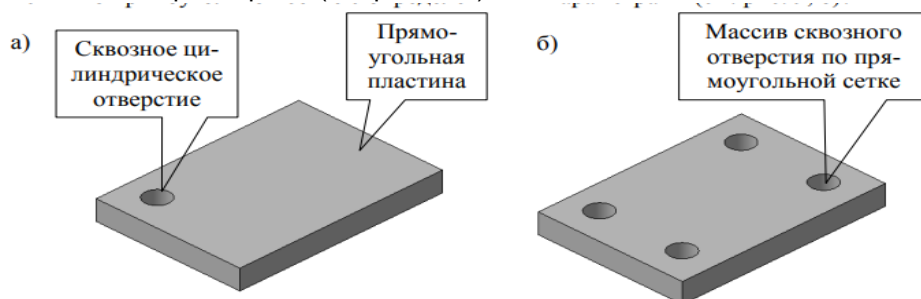

Рис. 9
35. Каким образом в системе КОМПАС-3D должно быть построено сквозное цилиндрическое отверстие в трехмерной модели плоской прямоугольной пластины (см. рис. 9, а), чтобы при дальнейшем использовании операции Массив по сетке стало возможным создание нескольких копий этого отверстия по прямоугольной сетке с определенными параметрами (см. рис. 9, б)?